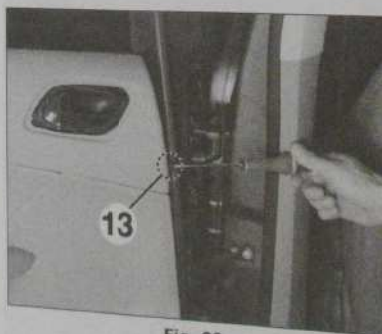

Fig. 62
- Déposer la vis (13) (Fig. 62).